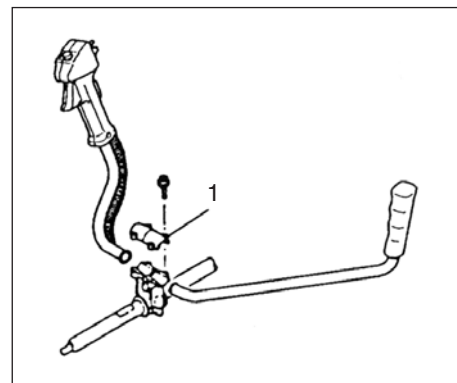

Fig. 1-2
Montage van het handvat (fig. 1-2)
Verwijder de handvatklem (1) van het apparaat. (Fig.1-2)